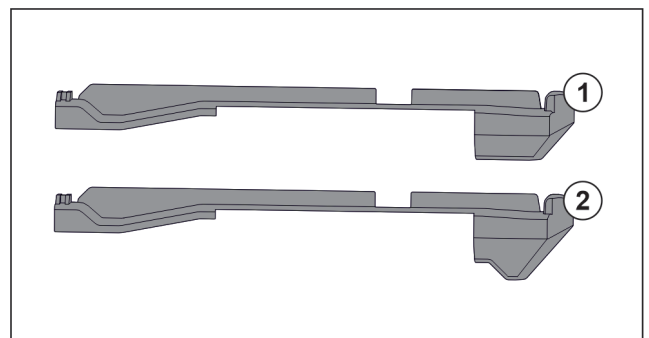

Fig. 195 A felhúzható elemek összehasonlítása
A készülékben két különböző felhúzható elem található. A legelső fiók felett lévő felhúzható elemnek Fig. 195 (2) háromszögletű éle van. Minden más felhúzható elemnek Fig. 195 (1) egyenes éle van.
- ▶ A háromszögletű éllel rendelkező felhúzható elemet Fig. 195 (2) vigye a legelső fiók fölé.
- ▶ Egyenes éllel rendelkező felhúzható elemet Fig. 195 (1) tegyen minden más helyre.